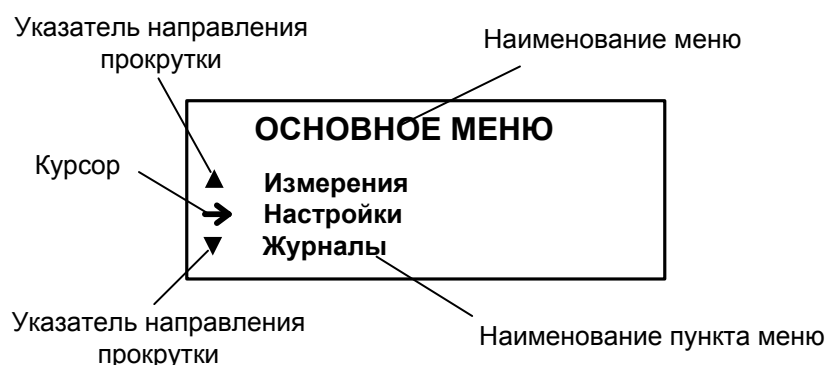

Рис.1. Вид основного меню.
1.1.2. Индикация на дисплее вычислителя состоит из наименования меню (окна), располагающегося неподвижно в первой строке дисплея жидкокристаллического индикатора (ЖКИ), и наименований пунктов меню (параметров), которые могут смещаться вверх или вниз (рис.1).
При переходе в меню (окно) нижнего уровня курсор устанавливается напротив первого пункта меню (параметра) вместо верхнего указателя направления прокрутки. После начала прокрутки списка курсор устанавливается между верхним и нижним указателями направления прокрутки (рис.1). При достижении последнего (первого) пункта меню из списка курсор перемещается на место нижнего (верхнего) указателя прокрутки.